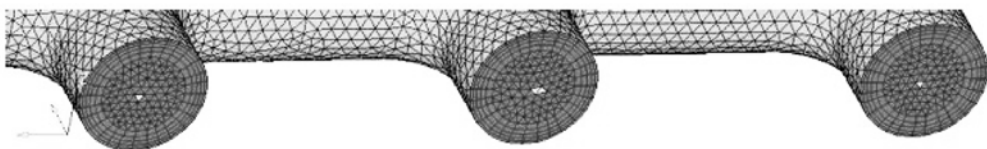

图 5-168 在每个不同的 outlets 面上选择至少一个单元
(15) 设置 dest component 为 outlets3。然后在每个不同的 outlets 面上选择至少一个单元，如图 5-168 所示。